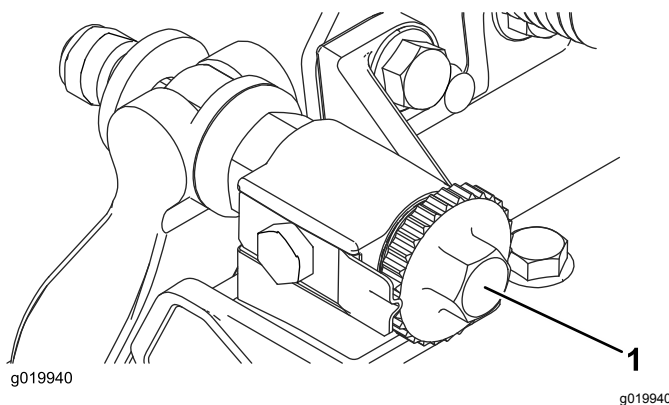

Figura 29
1. Allentate il contatto cilindro/controlama ruotando le manopole di regolazione della controlama (**Figura 29**) in senso antiorario finché non vi sarà più nessun contatto.